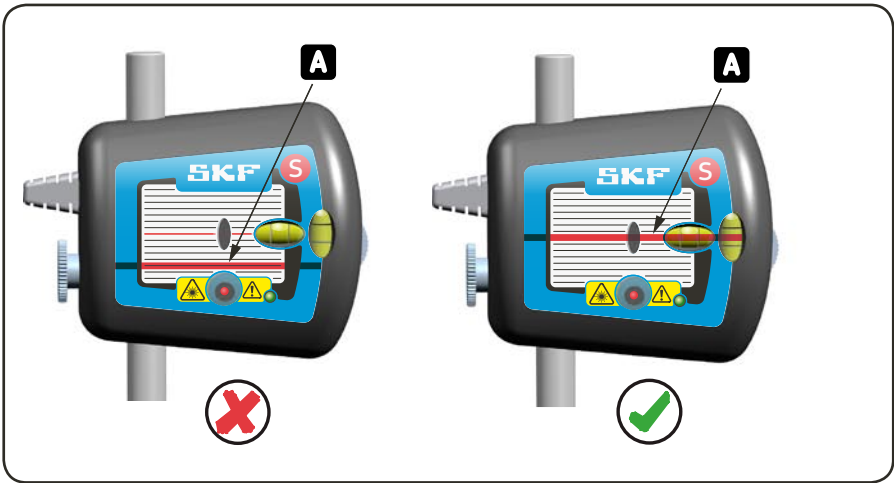

Abb. 9. Laserstrahlpositionierung
- b) Richten Sie die Laserstrahlen so aus, dass diese jeweils in die Mitte der gegenüberliegenden Zielscheibe treffen. (Abb. 9).